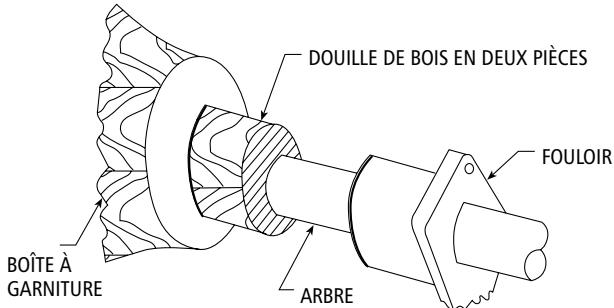

Figure 14
4. On pose les éléments de garniture dans l'ordre suivant: deux anneaux de garniture, deux pièces de lanterne d'arrosage, trois anneaux de garniture. Placer le joint de chaque anneau à 90° par rapport à celui de l'anneau précédent. Introduire et pousser chaque élément séparément et à fond. Pour ce faire, il est recommandé d'employer une douille de bois en deux pièces (fig. 14), enfoncée à l'aide du fouloir. S'assurer que la lanterne d'arrosage est bien en face de l'orifice d'admission du liquide de rinçage. Les anneaux de garniture supplémentaires servent de rechanges.